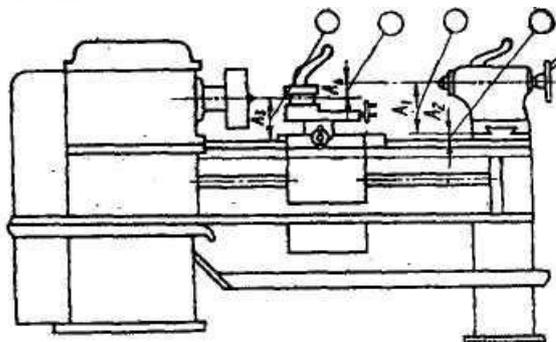

Рис. 3
2. Определить, какими цифрами обозначены на рис. 3 элементы размерной цепи для токарно-винторезного станка: